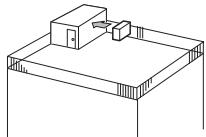

Fig. 2-4
- ① Suuntaa ilman ulostulo lähiintä seinää kohti noin 35 cm:n etäisyydelle seinään. (Fig. 2-4)